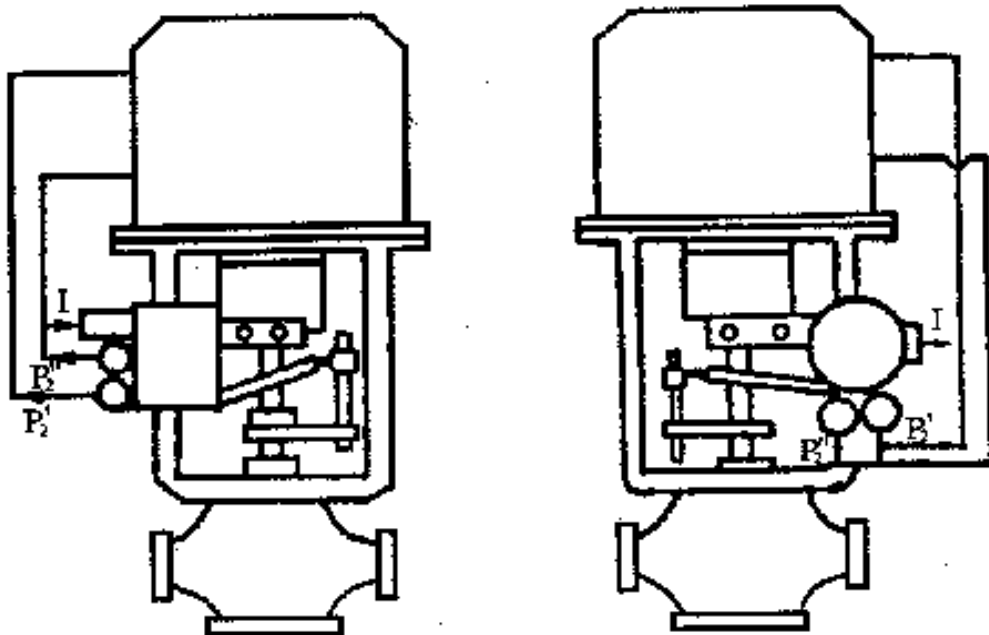

图5 配气动活塞调节阀的安装
(2)配气动活塞调节阀。定位器安装如图5所示，安装方法与配气动薄膜调节阀一样。